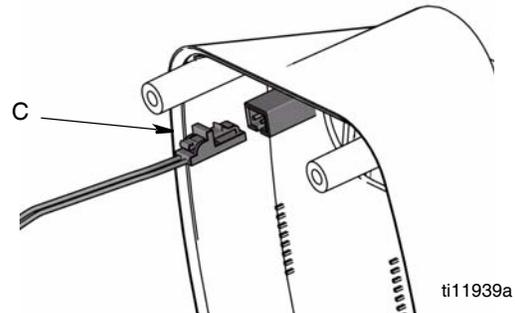

FIG. 4
4. **Para el Medidor PE14 únicamente,** desacople el conector de la solenoide (C) (FIG. 4).